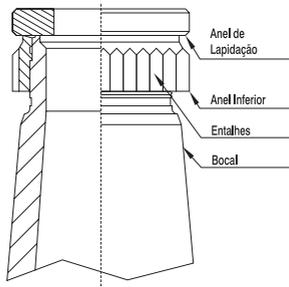

Figura 06
- 6.1.11 Solte o parafuso de bloqueio inferior (04), afastando-o um pouco do anel de regulagem inferior (03). Coloque um anel de lapidação sobre a superfície de vedação do bocal (02), tomando cuidado para não alterar a posição do anel inferior. Gire o anel de regulagem inferior em sentido anti-horário e conte o número de entalhes que passa na frente do parafuso de bloqueio, até entrar em contato com o anel de lapidação (**Figura 06**). Anote esta informação, pois ela ajudará a posicionar o anel inferior na mesma posição anterior a desmontagem.